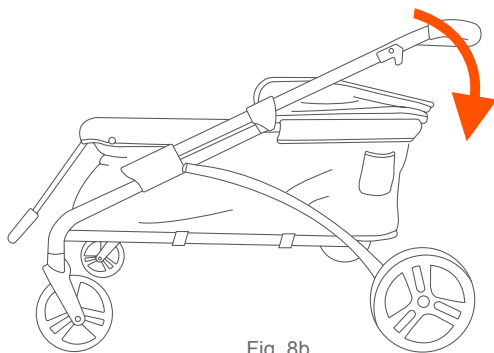

Fig. 8b
- Push down on the stroller handle until the stroller is completely folded (Fig. 8b).
- Empuje hacia abajo el manubrio del carrito hasta que el carrito esté completamente plegado (Fig. 8b).
- Appuyez sur la poignée de la poussette jusqu'à ce qu'elle soit complètement pliée (Fig. 8b).